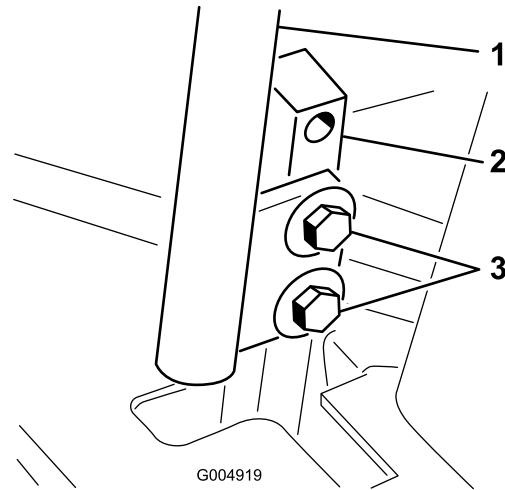

Figure 55
3. Desserrez les boulons de fixation des leviers de commande (Figure 55).